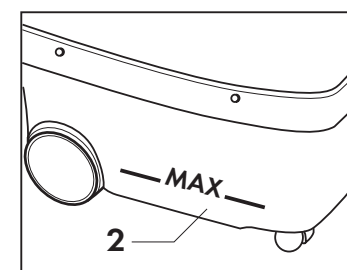

Abb. 5
Um eine einwandfreie Absaugung zu gewährleisten, 2,5 Liter Wasser in den Schmutzwasserbehälter (2) geben. Dadurch wird die Luft filtriert und die Schmutzpartikel (Staub, Keime usw.) bleiben im Behälter zurück. Die angegebene maximale Menge nicht überschreiten. (Abb. 5).